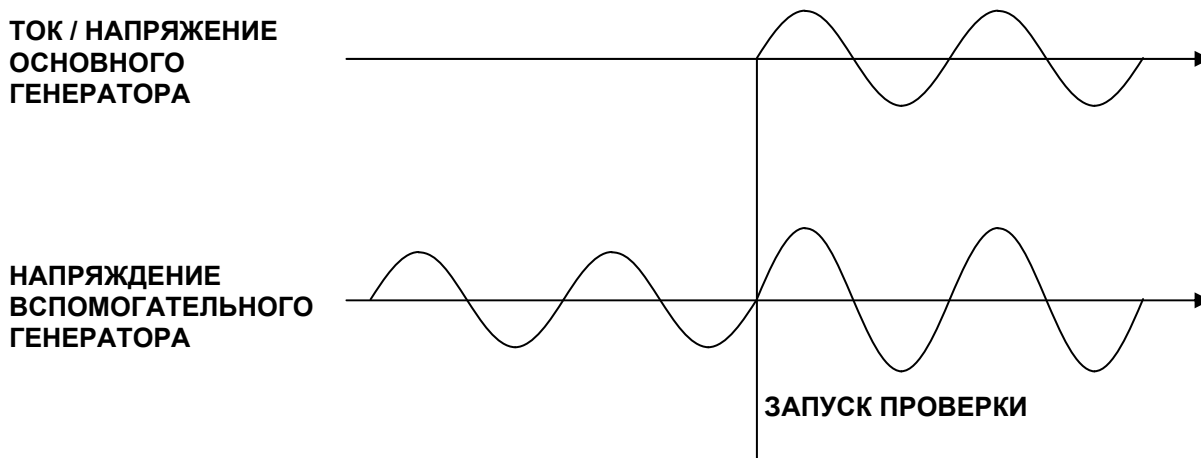

Рис. 1. Управление выходным напряжением.
генератора (см. Рис.1). Выбор опорного сигнала осуществляется автоматически, в зависимости от выбора выходного сигнала основного генератора. В случае выбора постоянного напряжения основного генератора опорный сигнал берется из переменного напряжения основного генератора. Данная функция позволяет проверять реле напряжения (29-59) или реле синхронизации (25)